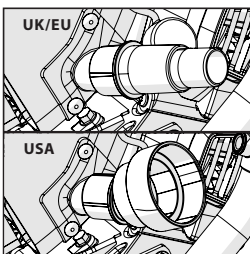

Abb. 14
- Drücken Sie den Anschlusschlauch der Staubabsauganlage unter Verwendung eines passenden Verbindungsstück in den Entstaubungsanschluss. **(Abb. 14)**